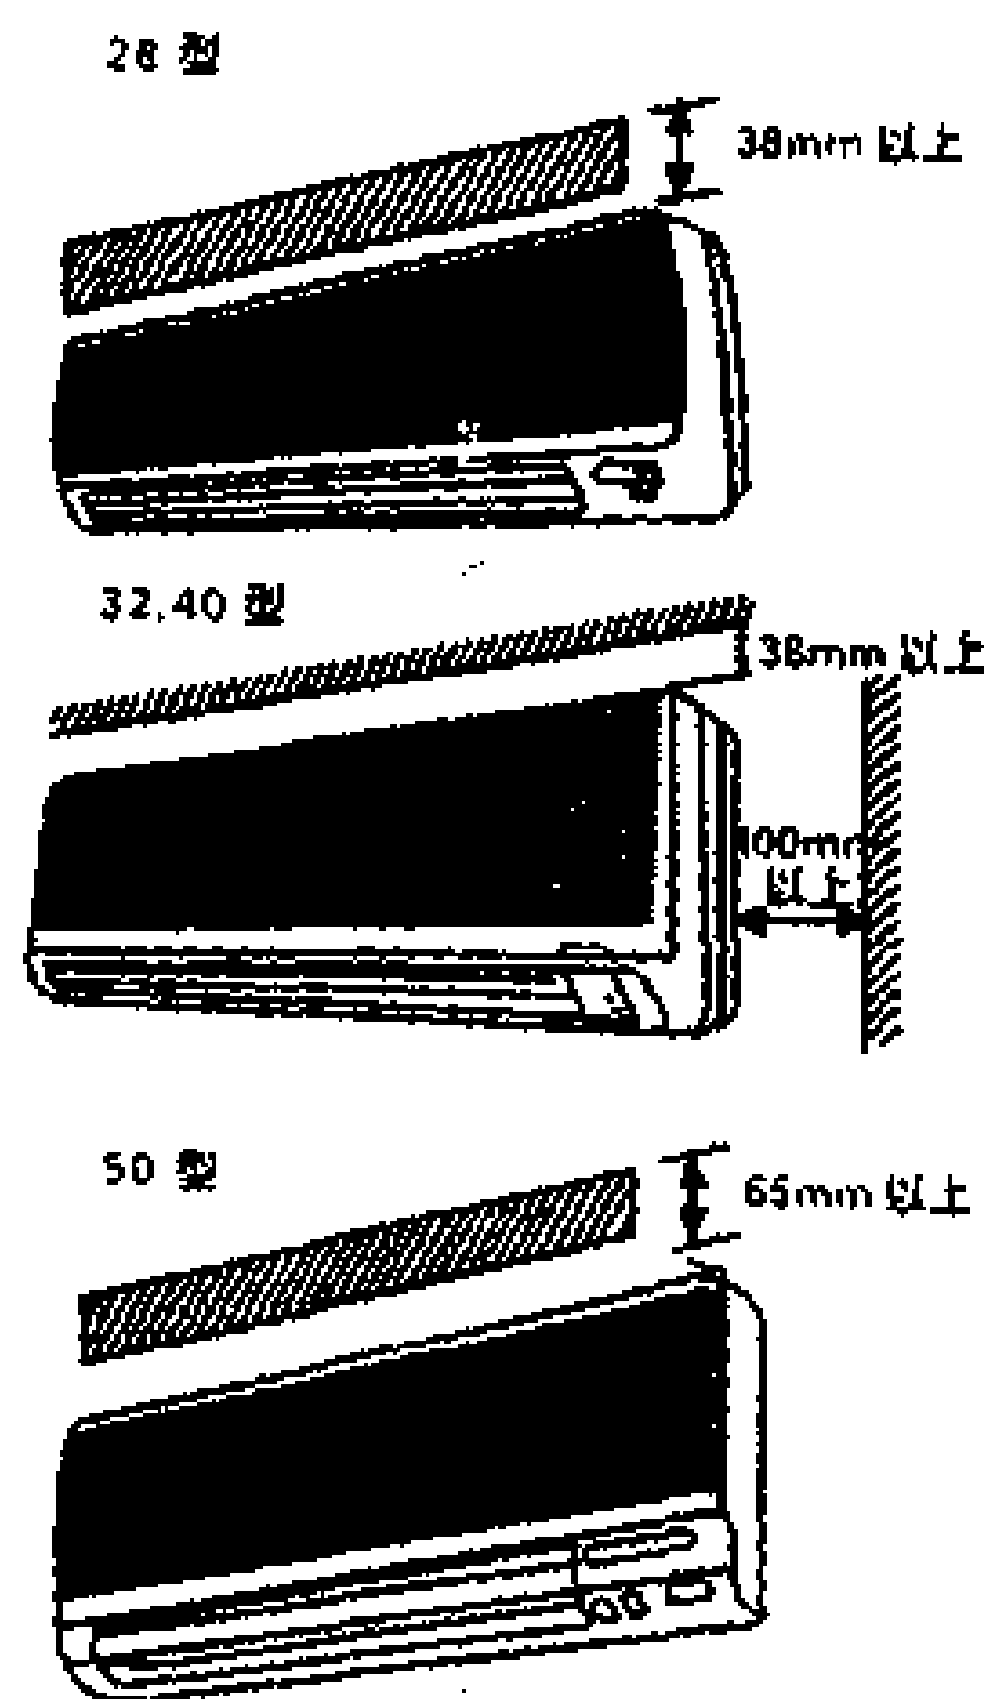

图 1-2-1
(1) 无挡风障碍物, 室内冷暖风都能送到的地方。
(2) 设备应安装在结实的墙体。
(3) 具备安装和修理条件的地方。
(4) 安装配管和配线方便的地方。
(5) 避开油烟飞溅的地方。
(6) 接收信号不被太阳直接照射和强灯光照射的地方。
(7) 必需确保图 1-2-1 所示的空间。